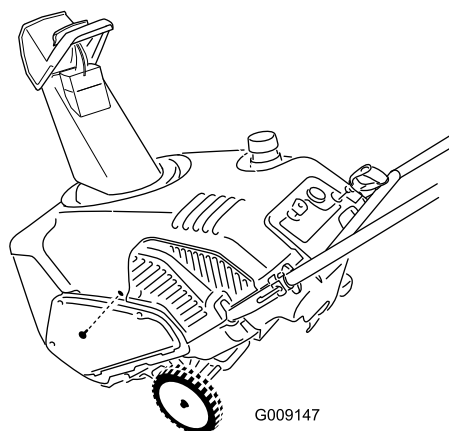

Bild 35
16. Befestigen Sie das Auspuffrohr mit der kleinen Schraube, die Sie vorher entfernt haben (Bild 35).